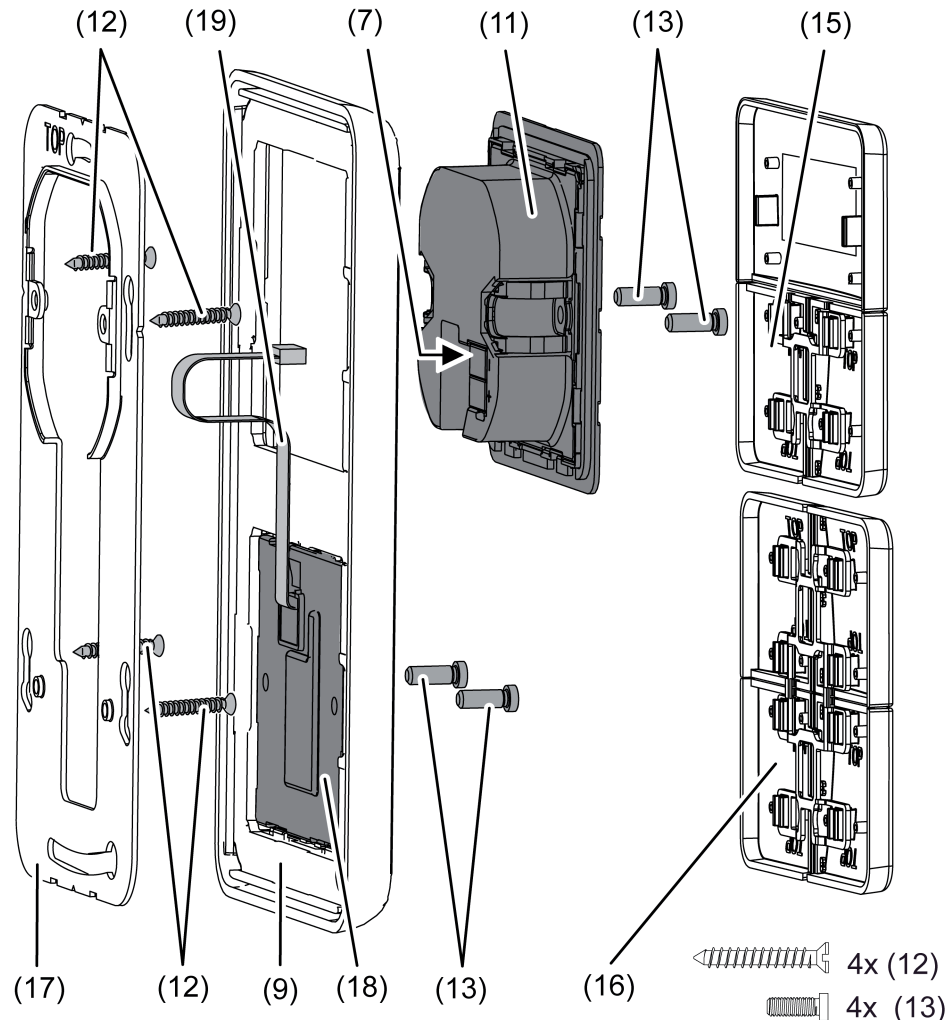

Bild 4: Montage des Tastsensor-Erweiterungsmoduls
An ein Raumcontroller-Modul kann jeweils ein Tastsensor-Erweiterungsmodul angeschlossen werden. Bei der Montage des Erweiterungsmoduls muss der große Tragring (17) montiert werden (Bild 4). Der große Tragring befindet sich im Lieferumfang des Tastsensor-Erweiterungsmoduls.